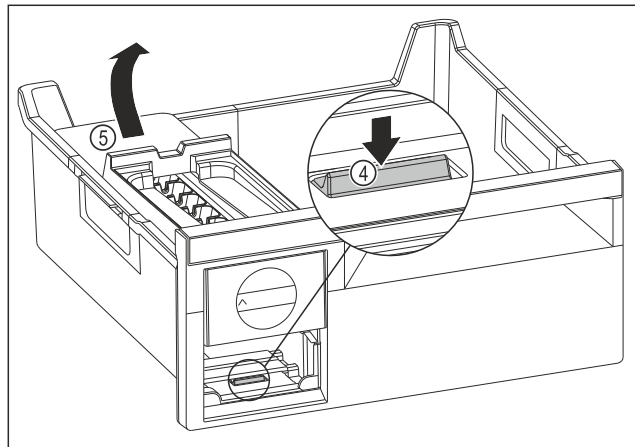

Fig. 117
- ▶ EasyTwist-Ice-corpus wegnemen: Strip Fig. 117 (4) met uw vinger omlaag drukken en gelijktijdig met de andere hand de EasyTwist-Ice-corpus Fig. 117 (5) van achteren optillen.